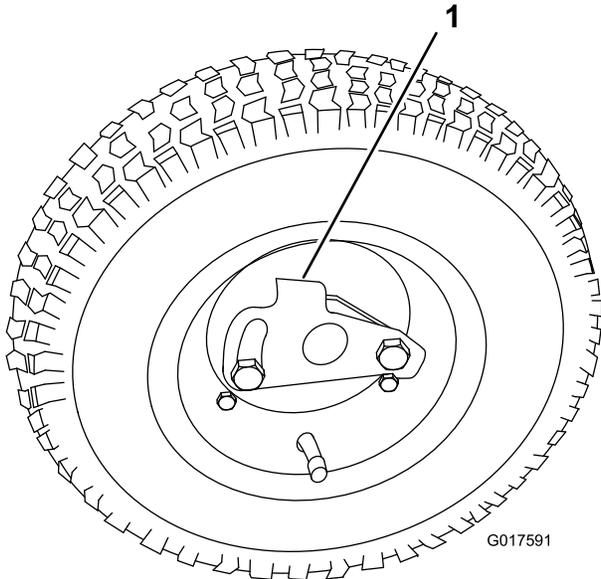

图 10
2. 将行走轮锁定夹压向轮的中心然后将行走轮滑到六角轴上图 10。